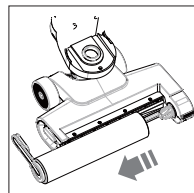

Fig. 14 – Rimozione del rullo in microfibra
- ▶ Tirare la linguetta di bloccaggio del rullo in microfibra verso sinistra e rimuovere il rullo in microfibra (**vedere Fig. 14**).